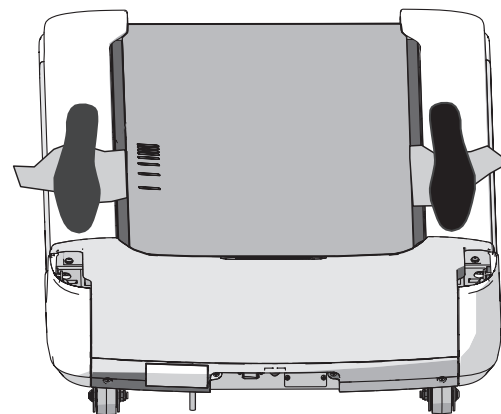

図 2
7. トレッドミルのランニングベルトから足を下ろした状態で、タオルの両端の位置にしっかり立ちます（図 2）。ハンドルバーかサイドハンドレールを使って体を支えます。